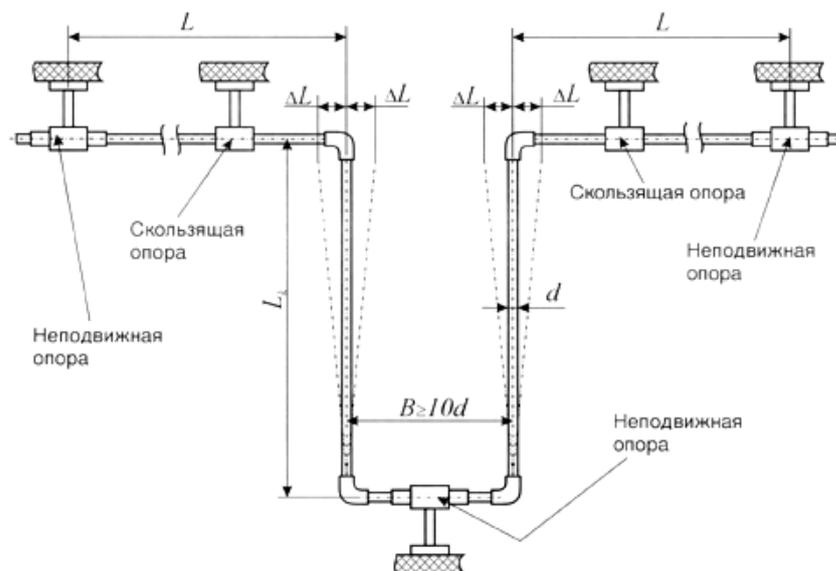

Рисунок. 2: П-образный метод компенсации.
- с помощью П-образных компенсаторов (рис.2)